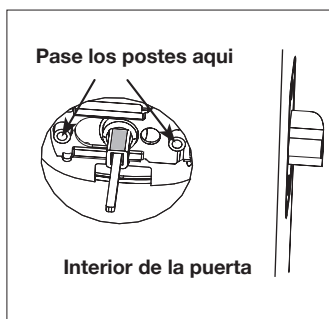

Fig. 10
7. Asegure ambas piezas con los tornillos (2) M4 x 25.4 mm, haciendo pasar los tornillos a través del escudo exterior e insertando en los postes levemente visibles. (Fig. 10).